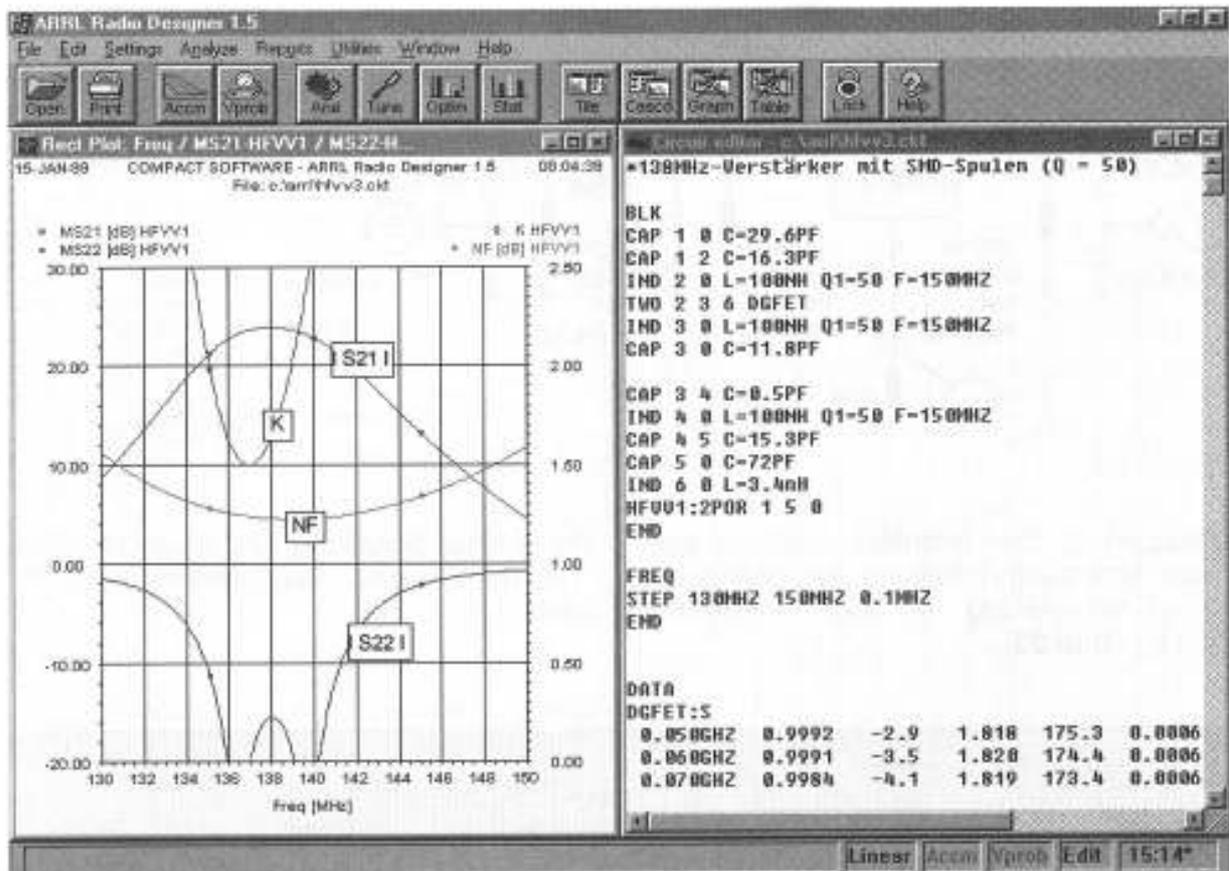

Bild 25: Simulation der Eigenschaften, wenn die Gegenkopplungsinduktivität bis auf $L = 3,4$ nH reduziert wird
d) Der Stabilitätsfaktor k ist nun > 2 . Deshalb könnte man die Source-Induktivität wieder bis auf 3,4 nH verkleinern, um genau bei $k = 1,5$ zu landen; dies kommt der Verstärkung S21 zugute. Bild 25 zeigt die Simulation.